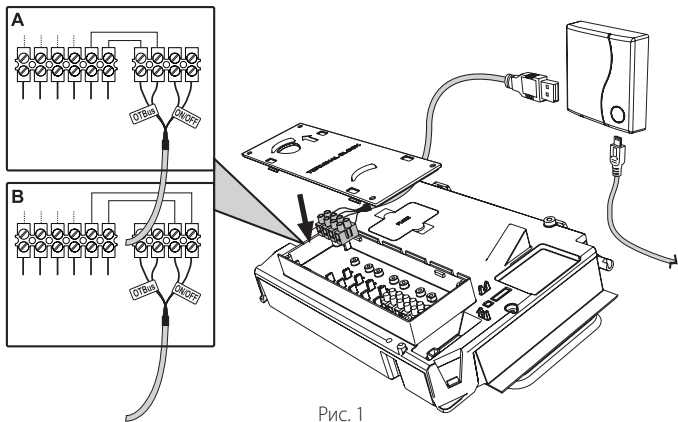

Рис. 1
**Функция OpenTherm (А рис. 1):** подключите два вывода приемника с меткой **OTBus** к котлу, поддерживающему протокол OpenTherm. в этом случае доступна дополнительная информация о состоянии котла «5.7.1 Основные операции» на стр. 23.
**Функция On-Off (В рис. 1):** подключите два вывода приемника с меткой **ON/OFF** к котлу, не имеющему протокола связи OpenTherm.